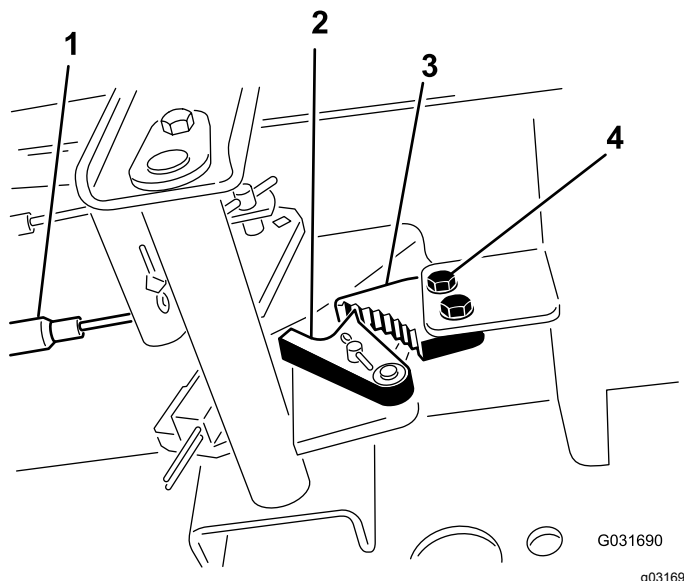

Figura 73
1. Allentate le due viti che fissano il nottolino del freno di stazionamento al telaio (Figura 73).
2. Premete in avanti il pedale del freno di stazionamento finché il fermo non s'innesta completamente nel nottolino del freno (Figura 73).